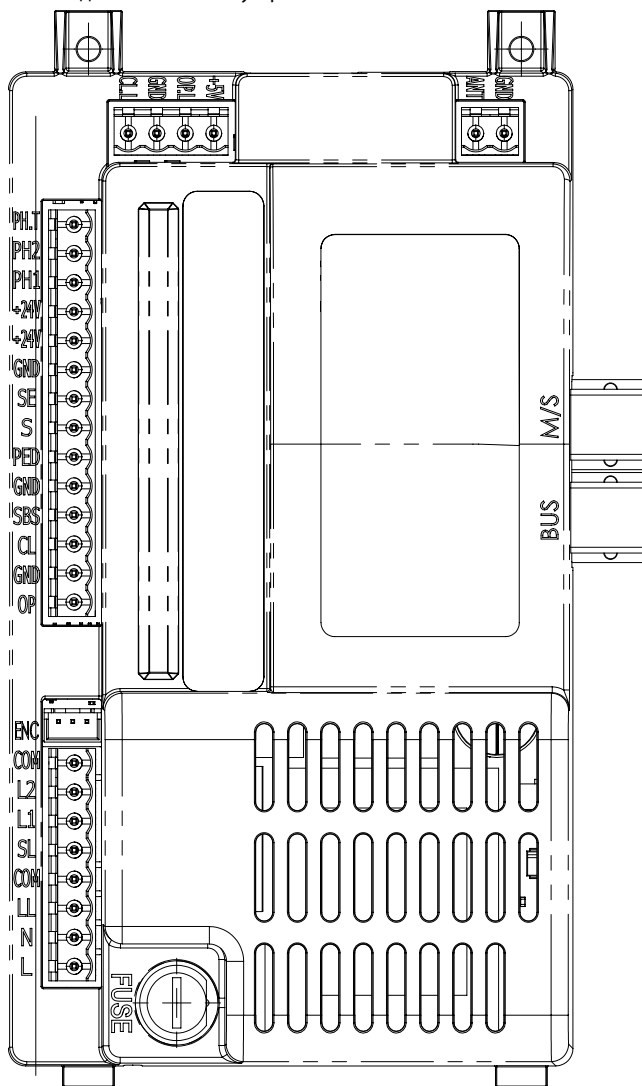

Рисунок 12. Электронный модуль управления
Электронный модуль управления (рис. 12) осуществляет управление работой привода и всех подключенных к нему аксессуаров. В таблице 3 описаны контакты разъемов привода для подключения дополнительных устройств.
Схема подключения электродвигателя, выключателей конечных положений и аксессуаров к модулю управления показана на *рис. 12*.
**ВНИМАНИЕ!** Разблокировав привод, проверьте, что при полном открытии вручную ворот и срабатывании выключателя конечного положения открытия на модуле управления светит светодиод «**LOP.L**» (*рис. 12*), а при полном закрытии ворот и срабатывании выключателя конечного положения закрытия на модуле управления светит светодиод «**LCL.L**». В противном случае поменяйте местами провода подключения на клеммах «**OP.L**» и «**CL.L**».
К блоку управления могут быть подключены внешние устройства (см. *табл. 3* и *рис. 12*) для подачи команд «**открыть**», «**стоп**», «**закрыть**», «**пошагово**» (**step-by-step**) и команду «**пешеходного**» режима (режима «**калитка**»).